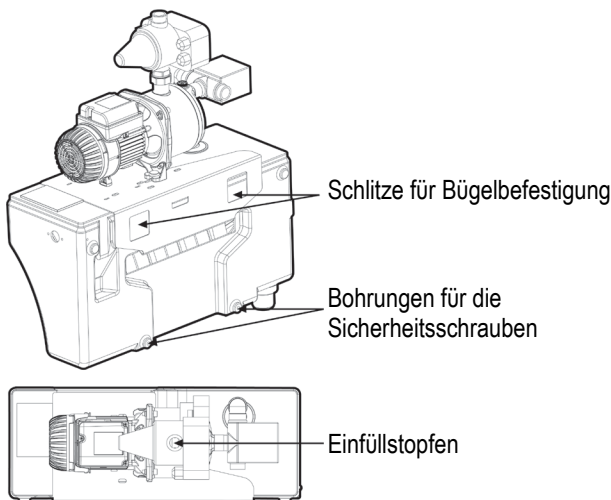

Abbildung 04
2. Prüfen, dass das Schwimmventil korrekt im Leitungswasserspeicher positioniert ist (siehe Abb. 04). Der Schwimmer muss sich frei bewegen können.